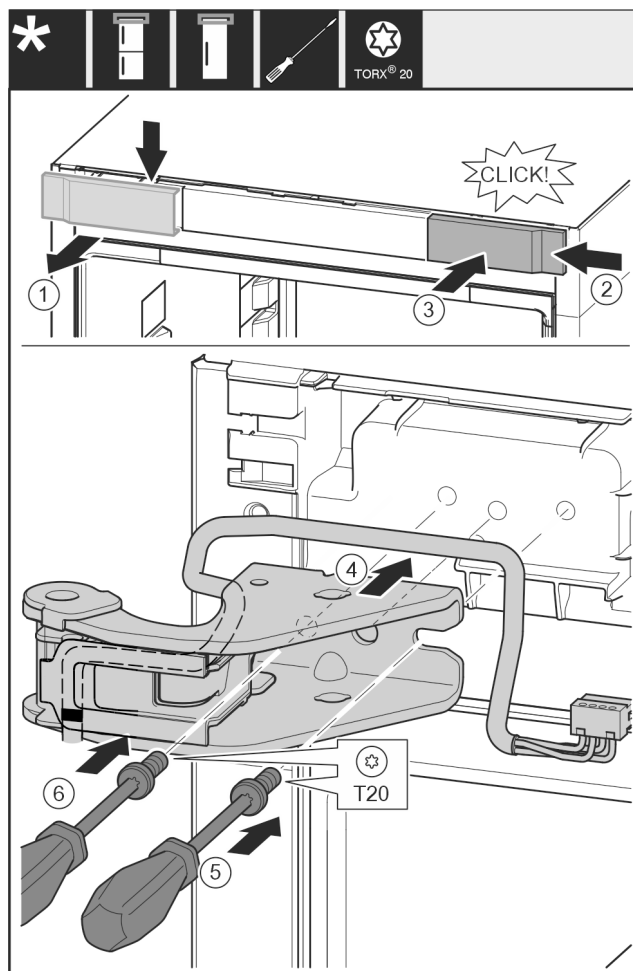

Fig. 32
- ▶ Odeberte kryt shora dopředu. Fig. 32 (1)
- ▶ Kryt otočený o 180° zavěste na druhé straně zprava. Fig. 32 (2)
- ▶ Zaklapněte kryt. Fig. 32 (3)
- ▶ Nasad'te horní stojan ložiska. Fig. 32 (4)
- ▶ Šroubovákem T20 nasad'te šroub a utáhněte. Fig. 32 (5)
- ▶ Šroubovákem T20 vložte šroub a utáhněte. Fig. 32 (6)